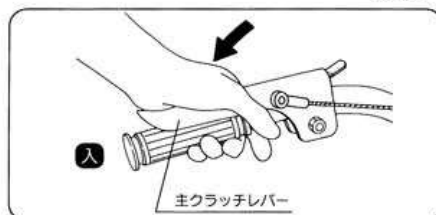

図38
- ④ 主クラッチレバー「入」位置にしてベルトが確実に張れているか確認してください。(図38)